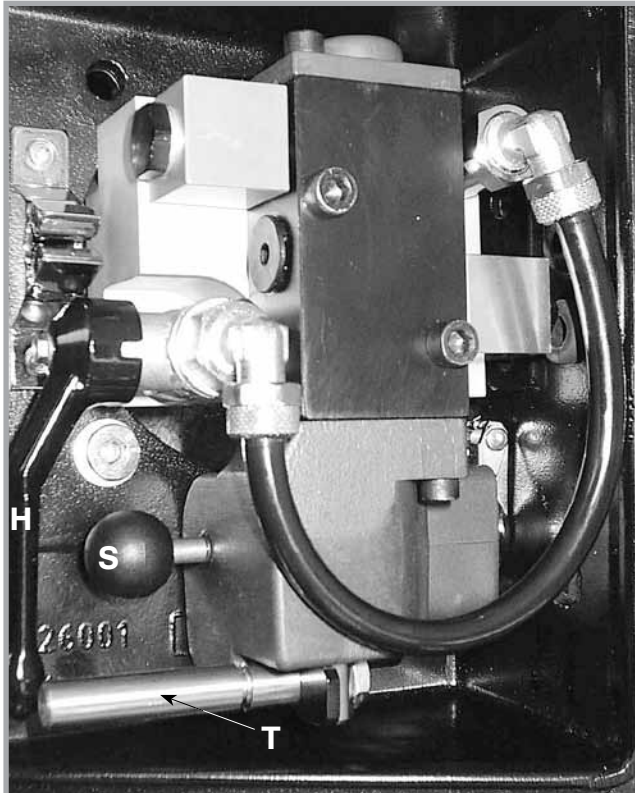

Abb. 5
- Hebel (H) in Stellung „drucklos“ bringen (Deckel des Schutzgehäuses lässt sich schließen) (Abb. 5)